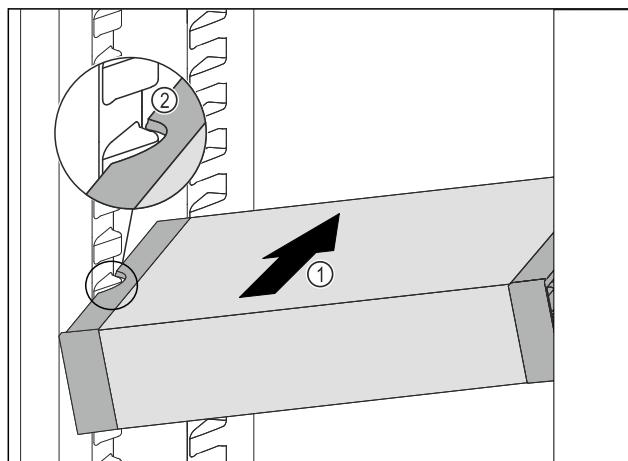

Fig. 89
- ▶ VarioSafe zasúvajte šikmo do chladničky Fig. 89 (1), kým sa bočné vybrania Fig. 89 (2) VarioSafe nebudú nachádzať vo výške rebra nádoby v chladničke.